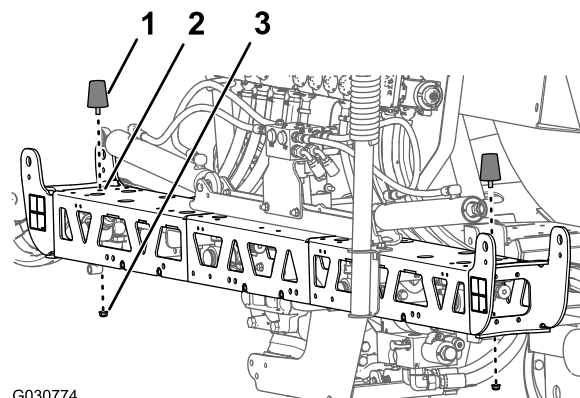

Figura 131
1. Alinee el espárrago roscado del tope que retiró en el paso 4 de Retirada del soporte de los brazos \(página 38\) a través del orificio del medio en el extremo de la placa superior de la sección del brazo central (Figura 131).